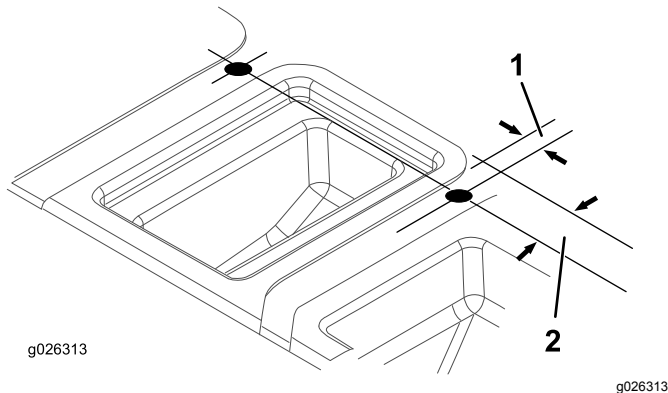

Figura 9
7. Usando las dimensiones indicadas en Figura 9, localice, marque y perfore 2 taladros en la parte superior de la moldura del asiento.